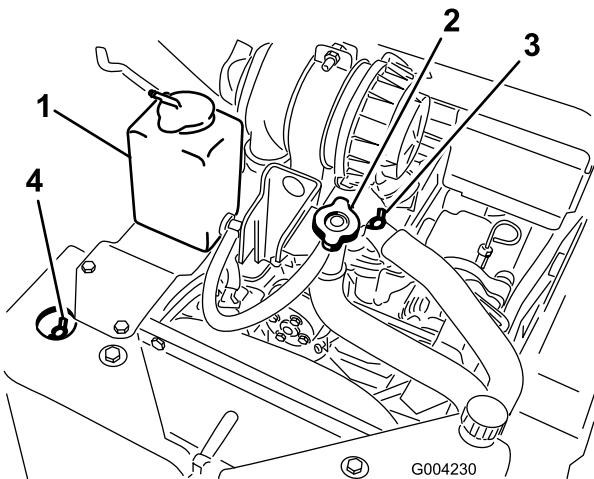

Figura 20
- A. Retire el tapón de llenado de refrigerante (Figura 20).
- B. Abra las válvulas de purga de refrigerante delantera y superior (Figura 20).
a salir de la válvula de purga de refrigerante delantera (Figura 20).
- D. Cierre la válvula de purga de refrigerante delantera (Figura 20).
- E. Vierta refrigerante por el cuello de llenado de refrigerante hasta que el refrigerante empieza a salir de la válvula de purga de refrigerante superior (Figura 20).
- F. Cierre la válvula de purga de refrigerante superior (Figura 20).
- G. Vierta refrigerante en el cuello de llenado de refrigerante hasta que el nivel de refrigerante llegue al cuello de llenado (Figura 20).
- H. Coloque el tapón de llenado de refrigerante (Figura 20).
- I. Añada refrigerante al depósito de expansión hasta que llegue a la línea Lleno del lateral del depósito (Figura 20).